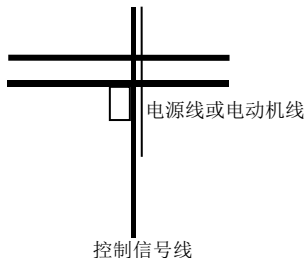

图 3-29 系统配线要求
- (4) 变频器 PE 端接地电缆不得借用其它设备接地线，必须直接与大地相连。
- (5) 控制信号线不能与强电电缆(R、S、T 或 R、T 与 U、V、W)平行近距离布线，不能捆扎在一起，保持 20~60 厘米(与强电电流大小有关)以上的距离。如果要相交，则应相互垂直穿越，如图 3-29 所示。
- (6) 控制信号和传感器等弱电接地线必须与强电接地线分别独立接地。
- (7) 禁止在变频器电源输入端(R、S、T 或 R、T)上连接其它设备。